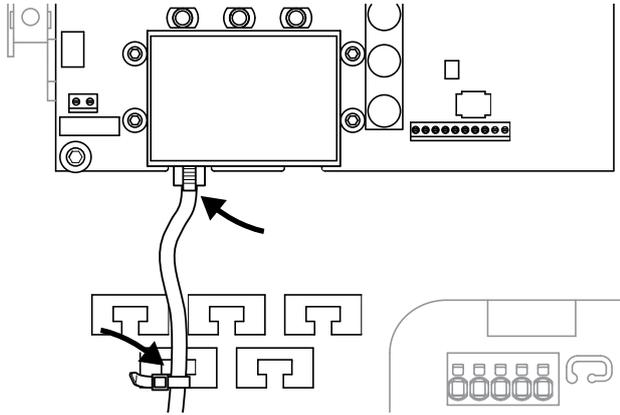

Fig. 35 : fixation du câble sur le support de câbles
1. Fixer correctement tous les câbles avec un serre-câble sur le support de câbles. **Fig. 35**